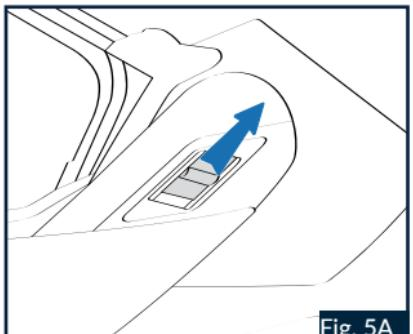

Fig. 5A
2.3 Sicherstellen, dass das Kinntteil vorschriftsmäßig eingehängt ist, indem es nach vorne gezogen und dabei geprüft wird, ob beide Seiten des Kinnteils in der Schale eingehängt bleiben. Wenn sich der seitliche Sperrschieber links in der Position „P“ befindet, kann das Kinntteil geöffnet und/oder geschlossen werden (Abb.5A). Wenn sich der seitliche
ACHTUNG : Wenn sich der seitliche Sperrschieber links in der Position „J“ befindet, darf das Kinntteil nicht gewaltsam geschlossen werden, da dies zu Schäden am Schließmechanismus des Helms führen könnte. Um das Kinntteil zu schließen, muss der Sperrschieber in die Position „P“ gebracht werden (Abb.5A).